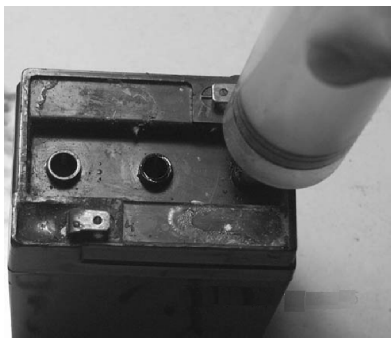

图9-1 加注少量普通水
3) 如果电解液已基本漏光,补漏后可加注少量普通水(见图9-1),静止10~20min后,即可使用。